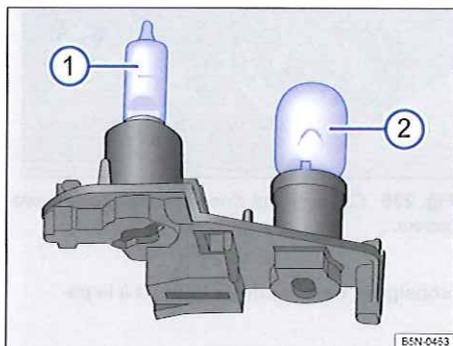

Fig. 238 Porte-ampoule avec ampoule de feu arrière de brouillard ① et ampoule de feu rouge arrière ②.
6. Remplacez l'ampoule de feu arrière de brouillard ⇒ fig. 238 ① ou l'ampoule de feu de recul déflectueuse ② par une ampoule neuve de même version.